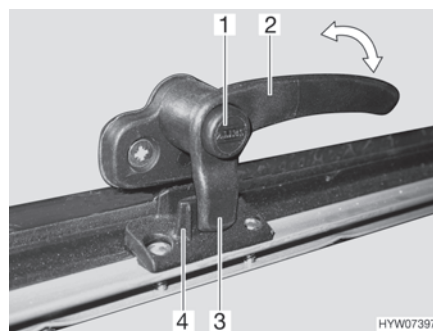
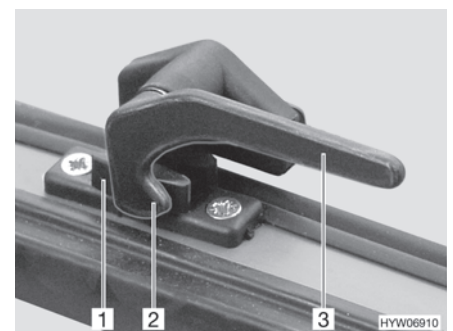

Fig. 67 Leva di serraggio con bottone di sicurezza in posizione "Chiuso"
Fig. 68 Leva di serraggio in posizione "Chiuso"
- Se presente, premere e tenere premuto il bottone di sicurezza (Fig. 67,1).
- Ruotare la leva di serraggio (Fig. 67,2 o Fig. 68,3) di un quarto di giro verso il centro della finestra.
- Ruotare la leva di serraggio (Fig. 67,2 o Fig. 68,3) di un quarto di giro verso il telaio della finestra. Il nasello di chiusura (Fig. 67,3 o Fig. 68,2) della leva di serraggio si trova completamente sul lato interno della chiusura della finestra (Fig. 67,4 o Fig. 68,1).
- In posizione "Completamente chiusa" (Fig. 67 e Fig. 68)